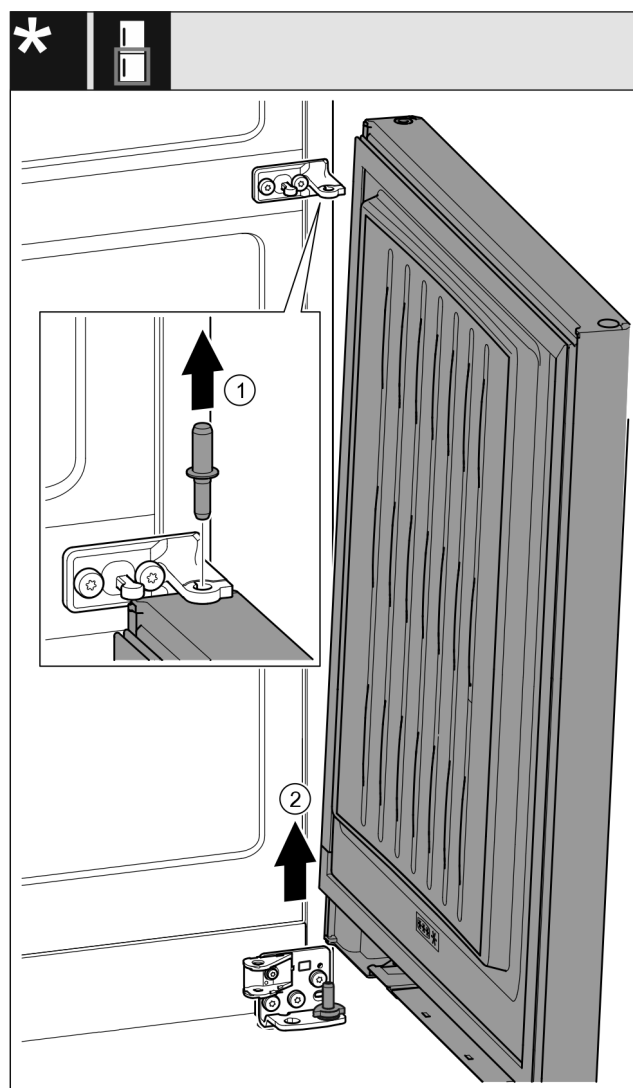

Fig. 23 *
- Húzza ki felfelé a csapszeget. Fig. 23 (1)*
- Fordítsa ki az ajtót, húzza fel, és tegye félre. Fig. 23 (2)*